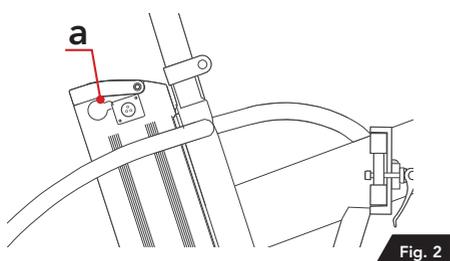

Fig. 2
2) Ruotare la leva di fissaggio in modo che si porti in posizione verticale (Fig. 2).
Per regolare il freno a disco procedere allentando la vite in alto (Fig. 1), quindi serrare la vite in basso (Fig.2).
1. Aprire il coperchio (a - Fig. 2) di protezione della presa di ricarica della batteria.
In caso di esaurimento delle batterie, per sostituirle, è necessario svitare la vite a brugola sotto il fanale (Fig.1), estrarre gruppo ottico e batterie (Fig. 2), aprire la fascetta che le ferma al vano (B) e inserire le nuove batterie, rispettando le polarità indicate nel vano stesso.